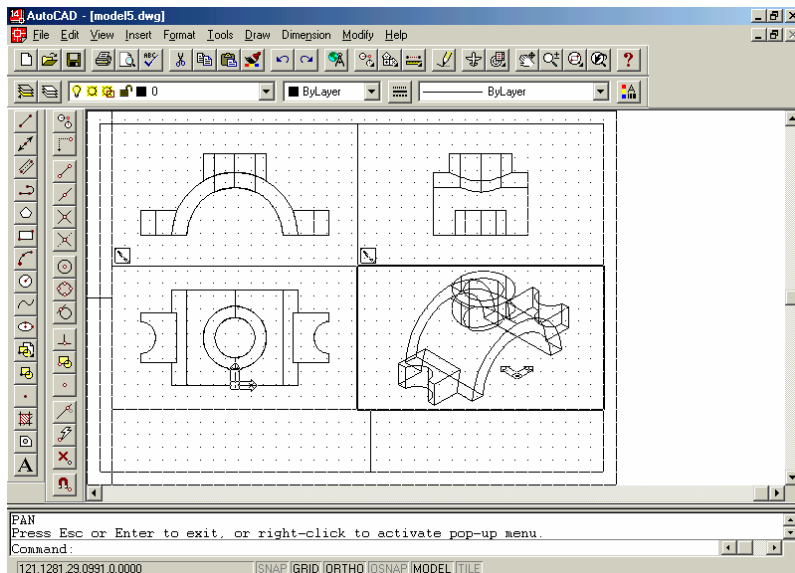

Fig. 12.25 Stabilirea scării de reprezentare pentru proiecțiile definite
6. Pentru a obține aceeași scară de reprezentare, se folosește comanda ZOOM cu opțiunea XP pentru fiecare fereastră în parte. Pentru a obține o reprezentare la scara 1:1, se lansează ZOOM cu opțiunea 1xp (fig. 12.25);